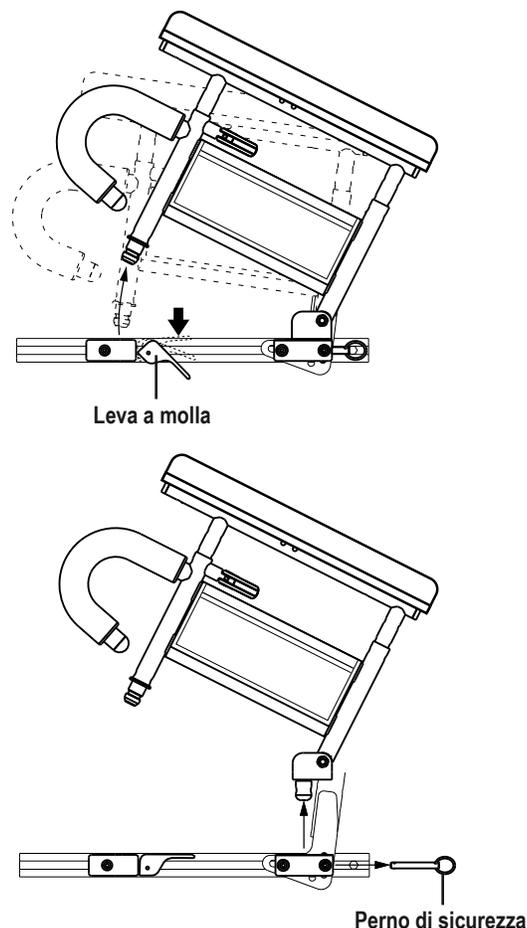

Figura 8. Rimozione e montaggio di un bracciolo a due perni
L'intervallo di regolazione per l'altezza del bracciolo a due perni è di 22,86-33,02 cm con incrementi di 2,54 cm. Questo intervallo viene misurato dalla zona più alta della guida del sedile alla zona più alta del cuscinetto del bracciolo. Per il trasferimento dell'utente, potete anche piegare in alto i braccioli o rimuoverli. **Vedere figura 8.**
1. Premere in basso la leva a molla e tirare in alto la porzione anteriore del bracciolo. **Vedere figura 8.**
2. Rimuovere il perno di sicurezza dallo schienale del sedile. **Vedere figura 8.**
1. Posizionare la parte posteriore del bracciolo nella zona posteriore della guida del sedile ed inserire il perno di sicurezza. **Vedere figura 8.**